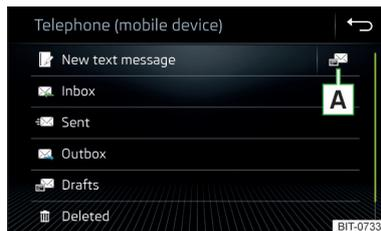

Abb. 185
- Im Hauptmenü *Telefon* die Funktionsfläche  antippen, es wird das Hauptmenü für Textmitteilungen angezeigt » Abb. 185.
- » **Abb. 185 auf Seite 172.**